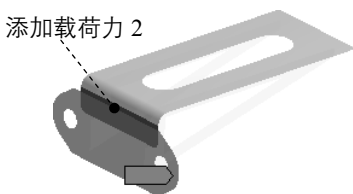
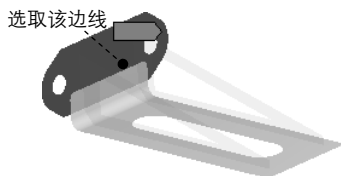

图 7.11.7 定义接触对象
图 7.11.8 定义目标对象
(1) 选择命令。在“Outline”窗口中选择  **Connections** 节点并右击，在弹出的快捷菜单中选择 **Insert**  **Manual Contact Region** 命令，弹出定义接触参数对话框。
(2) 定义接触对象和目标对象。在图形区选取图 7.11.7 所示的模型表面为接触对象，然后选取图 7.11.8 所示的模型表面为目标对象。